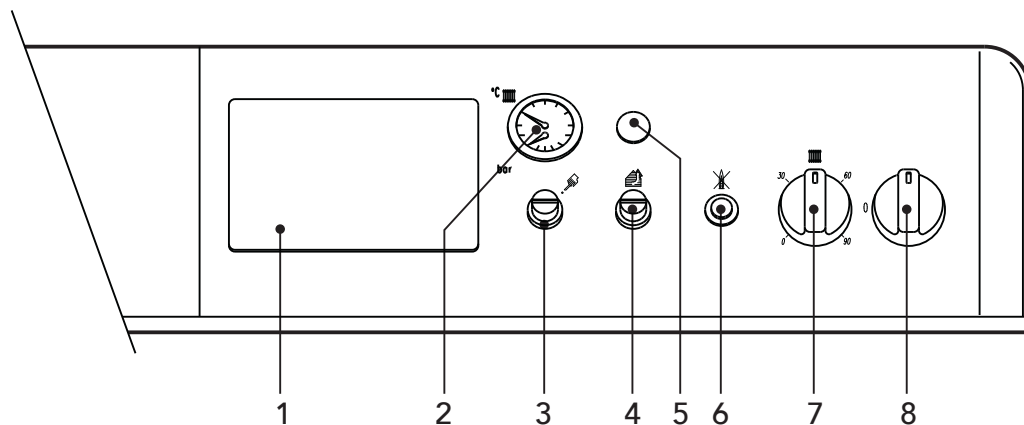

fig. 1
- Posicionar el interruptor "8" sobre la posición 1 (fig. 1).
- En caso de que se dote a la caldera de una centralita electrónica termostática, montada en la posición 1 de la fig. 1, el usuario deberá tener en cuenta también las instrucciones dadas por el fabricante de la misma.
Girando el mando 7 de la fig. 1 en sentido horario la temperatura del agua de calefacción aumenta, en sentido antihorario disminuye. La temperatura puede ser variada de un mínimo de 30° a un máximo de 90°. La temperatura puede regularse entre 30°C y 90°C. Aconsejamos, de todos modos, no hacer funcionar la caldera por debajo de 45°C.
Elegir por medio del termostato ambiente la temperatura deseada en el interior de los locales. Gobernada por el termostato de ambiente, la caldera se enciende y lleva el agua de la instalación a la temperatura elegida en el termostato de regulación de la caldera 7 de la fig. 1. Cuando se alcanza la temperatura deseada en el interior de los locales el generador se apaga.
La presión de llenado, con la instalación fría, leída sobre el hidrómetro de la caldera part. 2 de la fig. 1, debe ser de alrededor de 1,0 bar. Si durante el funcionamiento la presión de la instalación descendiese (a causa de la evaporación de los gases disueltos en el agua) a valores inferiores del mínimo antes descrito, el usuario deberá, sobre la llave de llenado, llevando la presión sobre la llave, de nuevo, al valor inicial. Al final de la operación cerrar siempre de nuevo la llave de llenado.